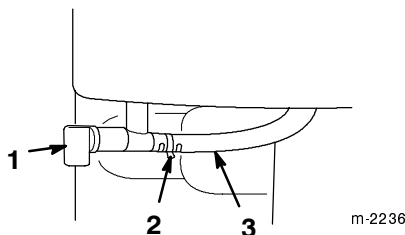

Figure 21
- **Robinet d'essence** (Fig. 21)—Fermez le robinet en le tournant dans le sens des aiguilles d'une montre et ouvrez-le en le tournant dans le sens contraire des aiguilles d'une montre. Fermez le robinet lorsque vous n'utilisez pas la déneigeuse.
3. Ouvrez le robinet d'essence situé au-dessous du réservoir de carburant (Fig. 21).